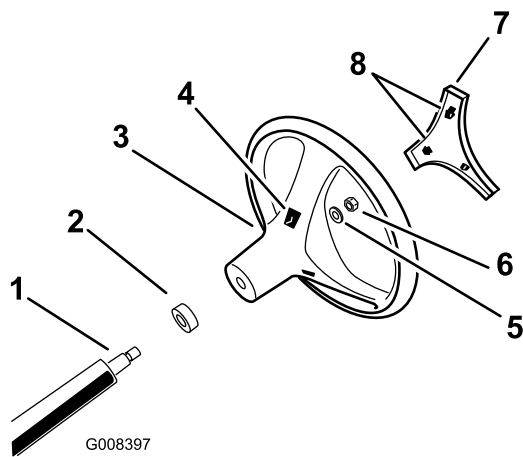

Figura 3
4. Fixe o volante ao eixo, utilizando a porca (Figura 3). Aperte a porca a 24–29 Nm.